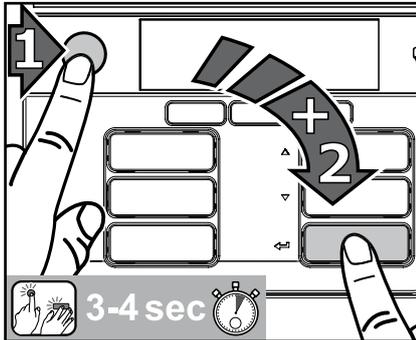

Fig. 42
1. Em primeiro lugar, prima o botão STOP, depois, a tecla Enter ← e mantenha ambas as teclas premidas em simultâneo durante 3-4 segundos para activar o modo de limpeza. (Fig. 42)